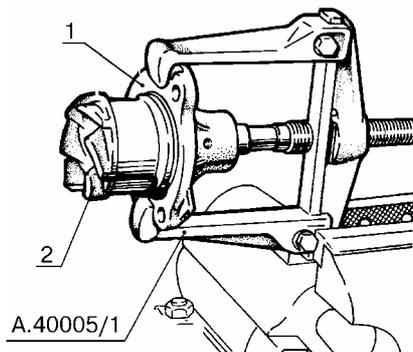

Рис.10. Выпрессовка валика насоса из корпуса
- выпрессовать из корпуса 1, рис.10, валик с подшипником и крыльчаткой 2 (тиски, съемник А 40005/1/5).